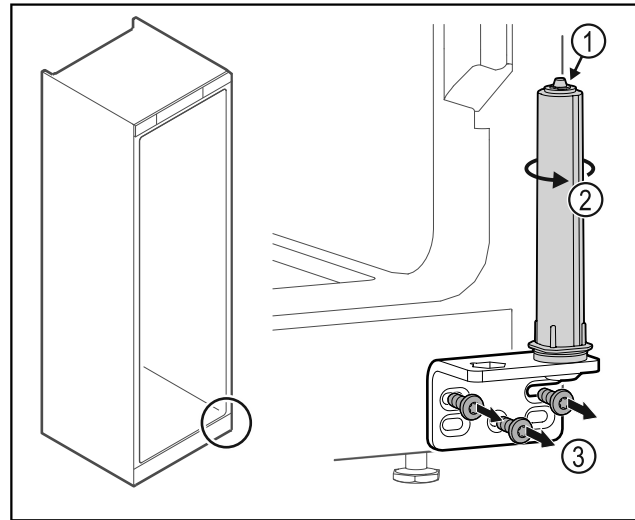

Fig. 32
- ▶ Не разбирайте систему закрытия двери Fig. 32 (1).
- ▶ Поворачивайте систему закрытия Fig. 32 (2) до щелчка.
- ▶ Отвинтите шарнирные уголки Fig. 32 (3).